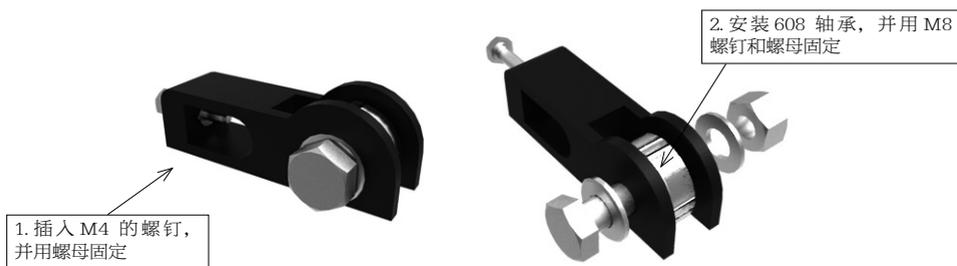

图 3-29 按照 Y 轴同步带轮
(1) 先组装 Y 轴同步带导轮,在 Y Idler 中安装一个 608 轴承,通过 M8*30 的螺钉配合 M8 的螺母和垫片固定住,然后在尾端插入 M4*20mm 螺钉,用 M4 的螺母固定住,如图 3-29 所示。